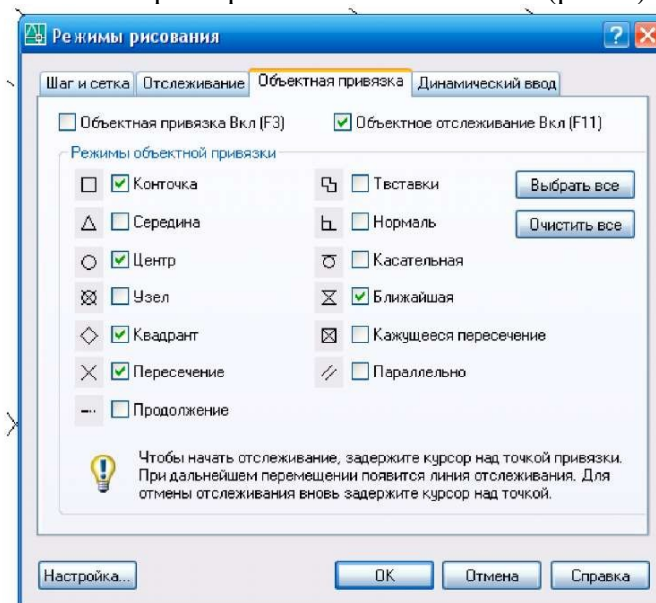

Рис. 3 Диалоговое окно установки текущего режима привязки.
2. текущей привязкой при которой постоянно включены заранее выбранные способы привязки к характерным точкам объектов (рис. 3).
Для настройки текущих привязок необходимо нажать правой кнопкой мыши по кнопке «Привязка» в строке состояния -> Настройка -> в открывшемся диалоговом окне включить необходимые привязки, а ненужные отключить (рис. 3).